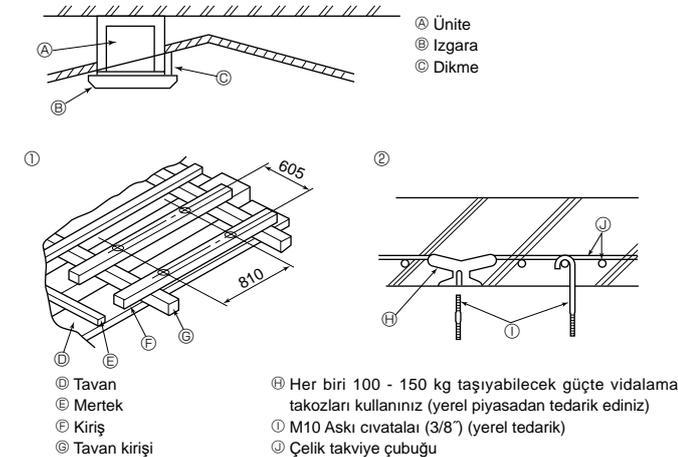

Fig. 2-4
2.4. Asma düzeninin yapısı (asilacağı yerin yapısını güçlendiriniz) (Fig. 2-4)